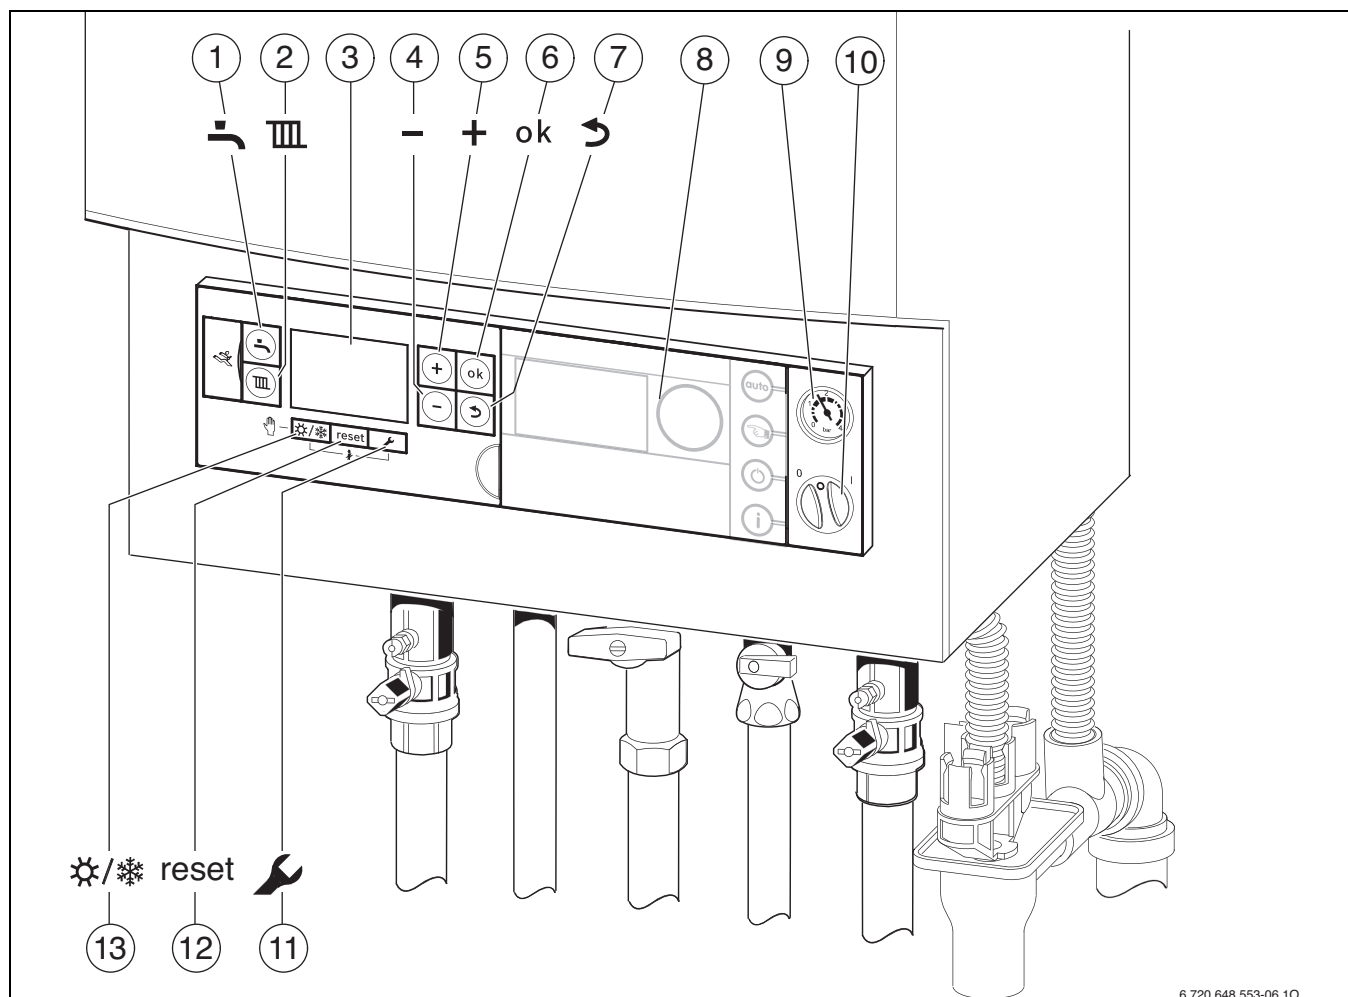

Bild 5
- Apparat med inbyggd styrenhet ModuLine 400, → bild 5, [8].